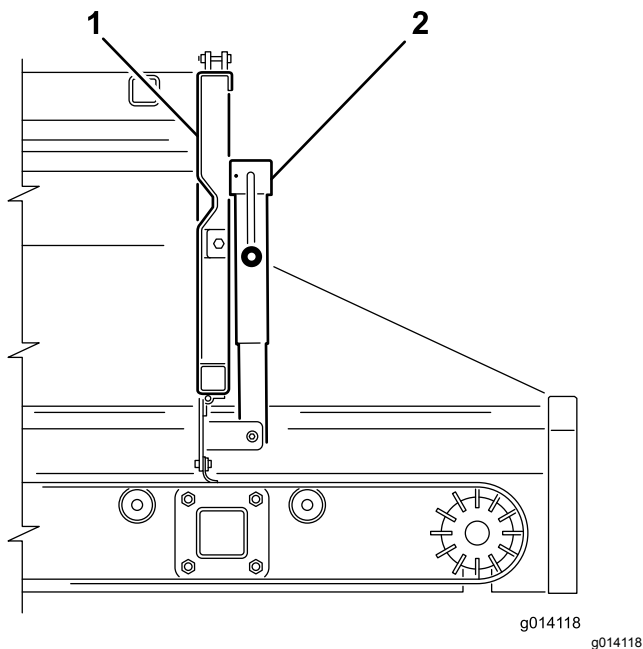
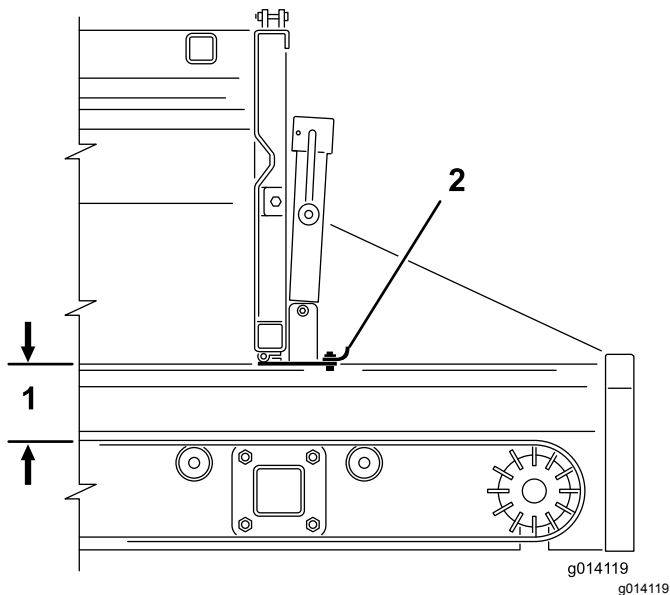

图 39
图 40
- 使用千斤顶手柄打开或关闭可调整的尾门部分图 39 和图 40。这样在使用附件时可限制物料的流动。